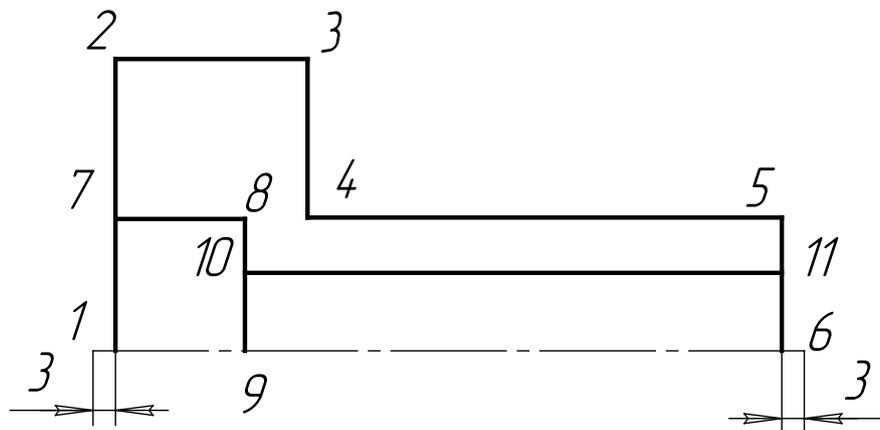

Рис. 5.7. Эскиз 2
12. Построим отрезок 10-11 (рис. 5.7), соответствующий сквозному отверстию в детали. Для правильной работы модели начальная точка 10 отрезка должна всегда находиться на отрезке 8-9, а конечная точка 11 — на отрезке 5-6. Поэтому, выполните построение